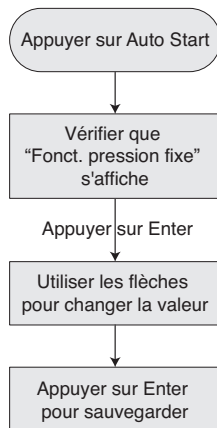

Figure 13 - Changement du point de consigne de pression pendant que la pompe tourne.
- Suivre la séquence de touches de la figure 13 pour le changement. Ce paramètre permet de changer le Point de consigne interne ou externe, selon celui qui est référencé au moment du changement.